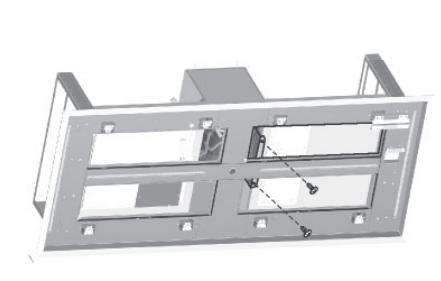

FIG.14
- Enlevez (2) vis à l'intérieur du boîtier du ventilateur (Fig.14).